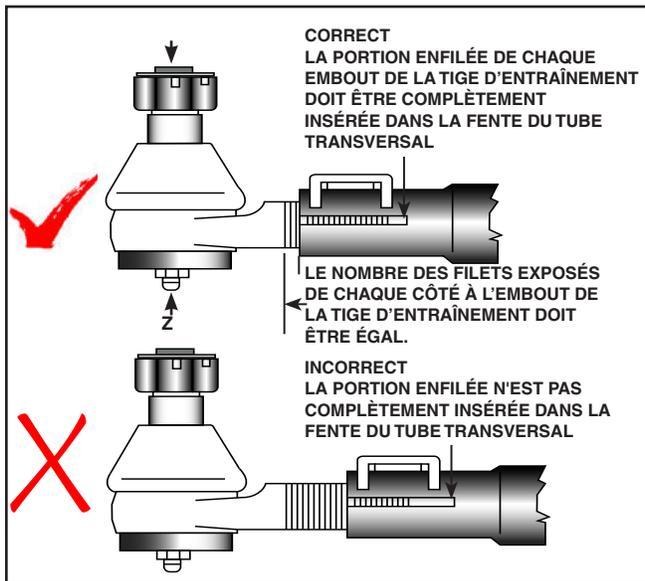

Figure 7 - Vérification de l'embout de la tige d'accouplement
3. Pour s'assurer d'un serrage adéquat, la portion filetée de chaque rotule de la tige d'accouplement doit être complètement insérée dans la fente du tube transversal. Remplacer les composants si cet ajustement ne peut pas être obtenu. Voir Figure 7.